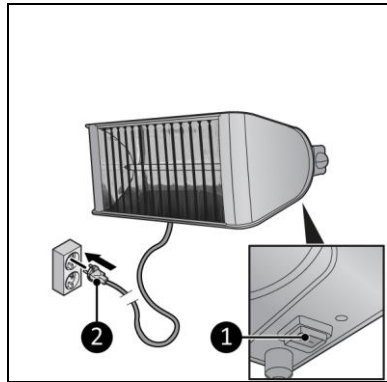

Figure 9
2. Assurez-vous que le commutateur ON/OFF est en position OFF (figure 9, pos. 1).
3. Insérez la fiche d'alimentation (figure 9, pos. 2) dans une prise murale reliée à la terre et facilement accessible. Utilisez une prise murale avec mise à la terre d'une puissance minimale de 2400 watts.
1. Assurez-vous que le commutateur ON/OFF est en position OFF (figure 9, pos. 1).
2. Retirez la fiche d'alimentation de la prise de courant (figure 9, pos. 2).